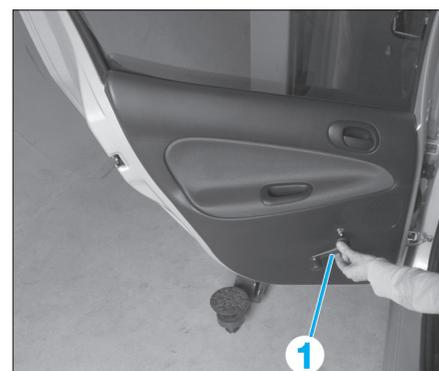

Fig. 22
- la poignée d'ouverture de fenêtre (1) (Fig.22),